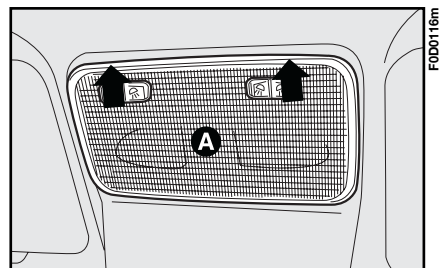

fig. 29
1) asportare con un cacciavite il trasparente **A**-fig. 29, montato a pressione, come indicato in figura;